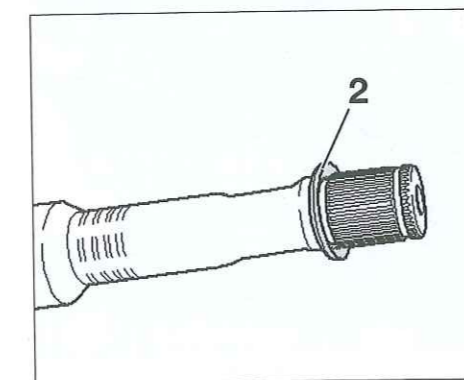

Fig. 9
- Colocar la arandela elástica (2) (Fig.9).